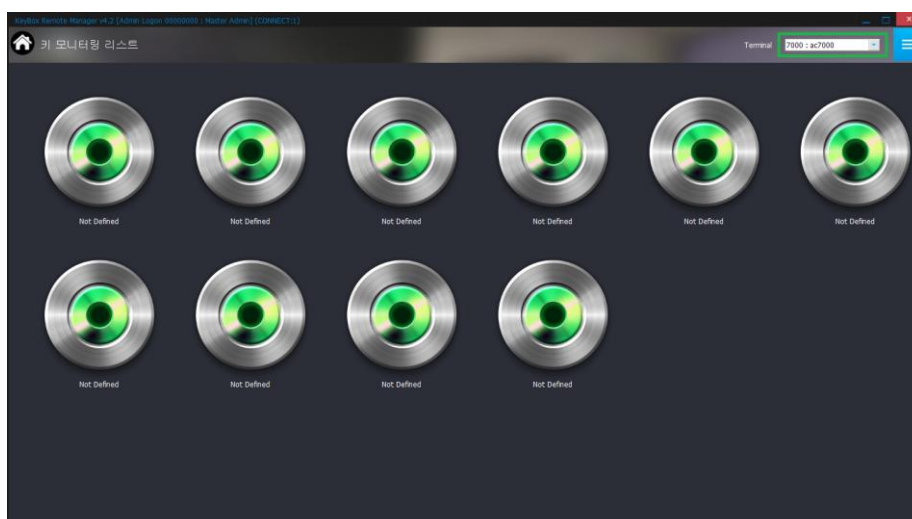

Рисунок 3.1.2: Вывод состояния слотов ключницы в программе UNIS
- Мониторинг событий и состояния слотов ключницы в режиме реального времени (рисунок 3.1.2);